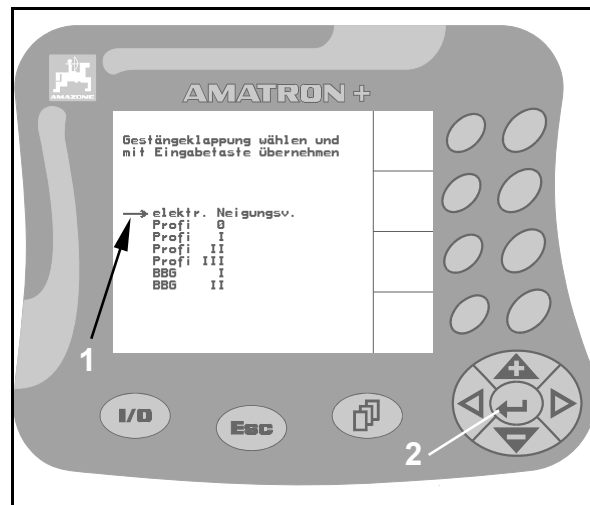

Fig. 16
1. Positionieren Sie den Auswahl-Pfeil (Fig. 16/1) mit Hilfe der Tasten  bzw. .
2. Drücken Sie die Taste  (Fig. 16/2), um die angewählte Option in den **AMATRON⁺** zu übernehmen.